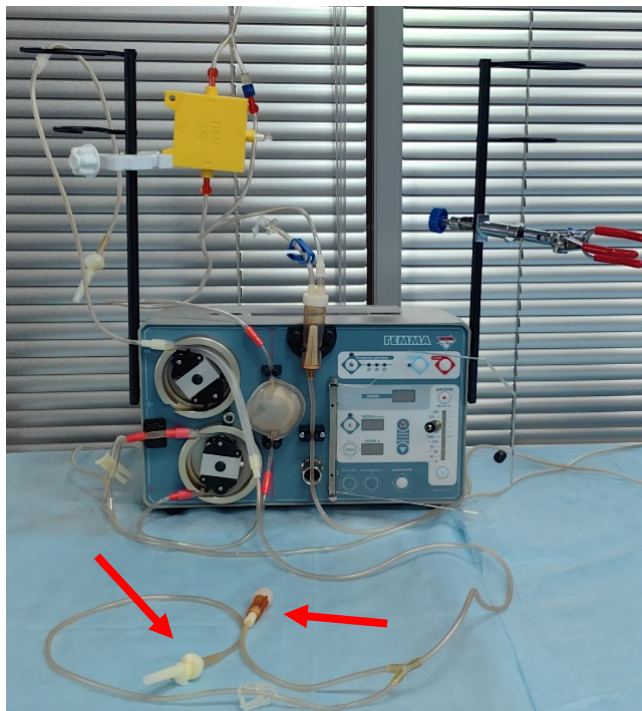

Рисунок 2.17
- 2.11. Установите линию плазмы, зажимая насосный сегмент магистрали вставляя в паз насосного сегмента аппарата, проворачивая насос по часовой стрелке, так чтобы линии для соединения с колонкой и физ. раствором (указаны красной стрелкой), оказались снизу (рис. 2.17)